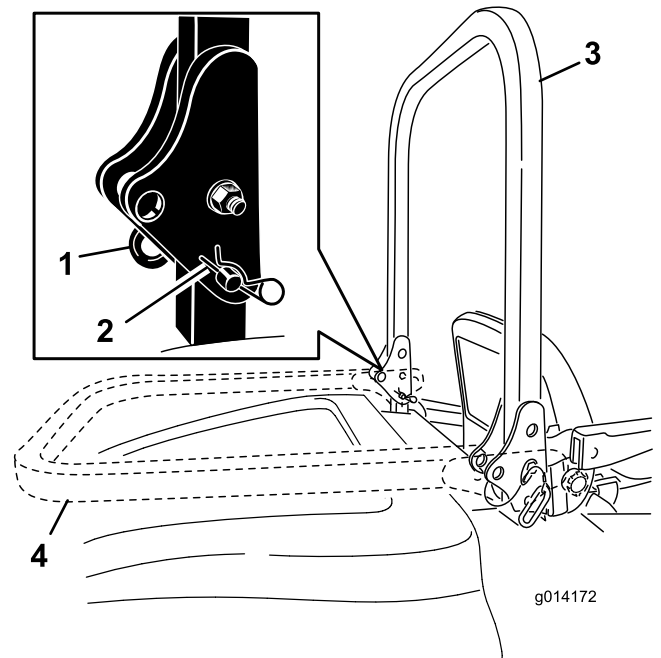

Figura 10
- Para bajar la barra anti-vuelco, retire los pasadores de horquilla, empuje la barra hacia adelante contra los muelles, y retire los dos pasadores (Figura 10).
- Baje la barra anti-vuelco (Figura 10).
- Instale los dos pasadores y fíjelos con los pasadores de horquilla (Figura 10).
- Para elevar la barra anti-vuelco, retire los pasadores de horquilla y retire los dos pasadores (Figura 10).
5. Eleve la barra anti-vuelco a la posición vertical, instale los dos pasadores y fíjelos con los pasadores de horquilla (Figura 10).